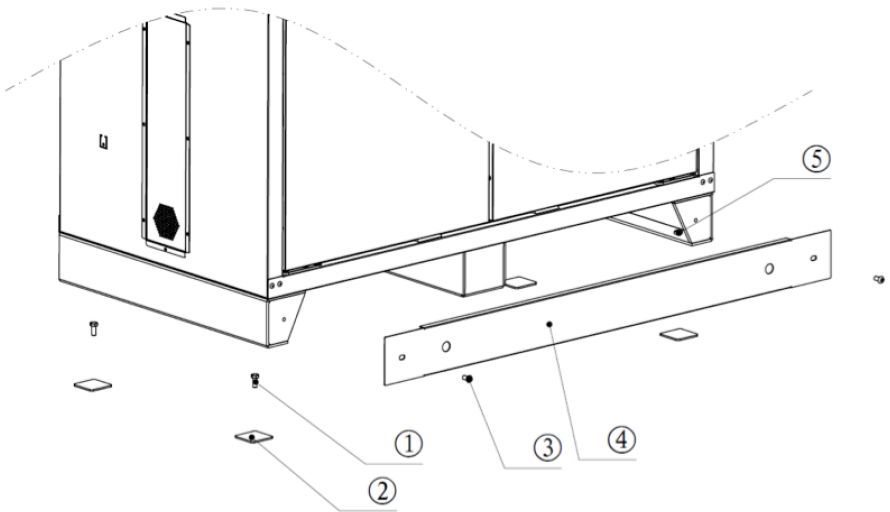

图 2 (picture 2)
2. 柜体放置后续确认水平，柜体倾斜会导致柜门无法正常打开和关闭。如柜子不水平，可使用图 2 中的编号 1 和编号 2 来调整柜体，使用方法是，使用专业搬运工具把柜体抬高离地面 50mm，把编号 1（4pcs）垂直方向拧在编号 5 上，把编号 2 放置在编号 5 正对应的下面地面上，通过调节编号 1（4pcs）来实现柜体的水平。柜子安放水平之后，把编号 4 通过编号 3 安装在主柜体上。